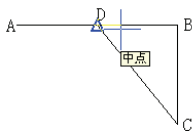

图 3-4 对象捕捉绘制直线
(4) 利用对象捕捉绘制图 3-4 所示图形, 其中 D 点为 AB 的中点。
结果如图 3-4 所示。